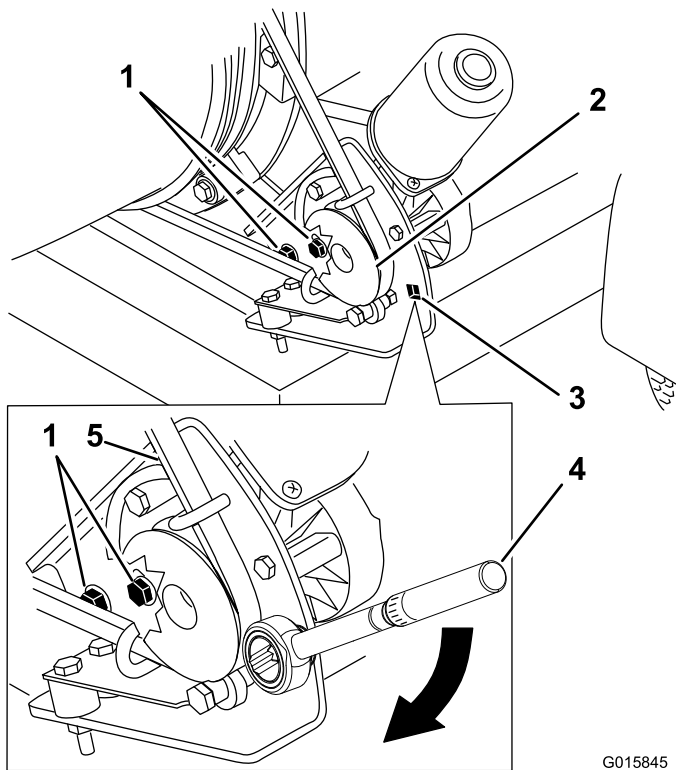

Figure 31
1. Desserrez les boulons qui fixent le support de la poulie au châssis du souffleur (Figure 31).
- Placez une clé dynamométrique dans le support de poulie (Figure 31).
- Faites pivoter le support de poulie et éloignez-le de l'embout jusqu'à ce que la clé dynamométrique indique 22,6 à 26 Nm (Figure 31).